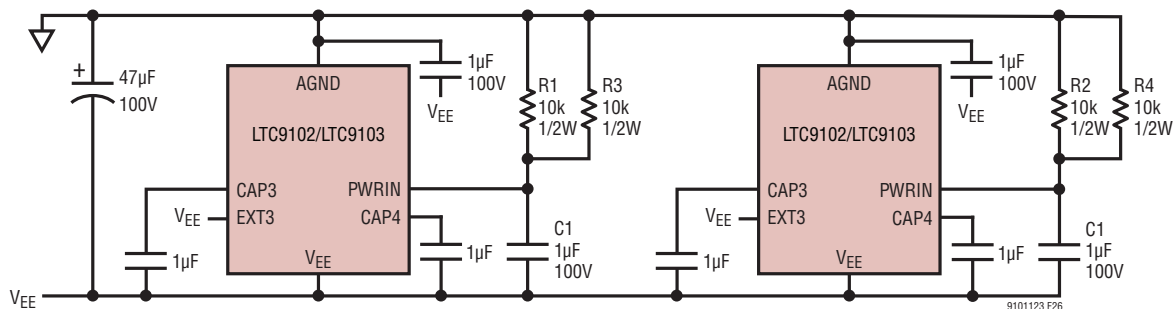

図26. 3.3V内部電源使用時の電源構成
3.3V内部レギュレータ使用時のプルアップ抵抗構成を図26に示します。バイパス抵抗R1、R2、R3、R4は、LTC9102/LTC9103に発生する熱を外部に放出します。PWRINピンの電圧は、LTC9102/LTC9103の動作モードと、それに対応する消費電流に従って変化します。バイパス抵抗が提供する電流以上の電流が消費される場合は、スタートアップ・レギュレータが電圧を6V(代表値)に維持します。スペースに制約のあるアプリケーションでは、プルアップ抵抗なしでLTC9102を動作させることができます。